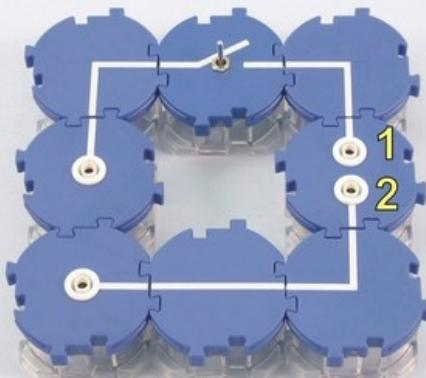

Abb. 1
- Baue den Versuch entsprechend der Abb. 1 und der Abb. 2 auf. Schließe den Strommesser direkt an das Netzgerät an, damit genügend Verbindungsleitungen zur Verfügung stehen. Wähle den Messbereich von 3 A-.